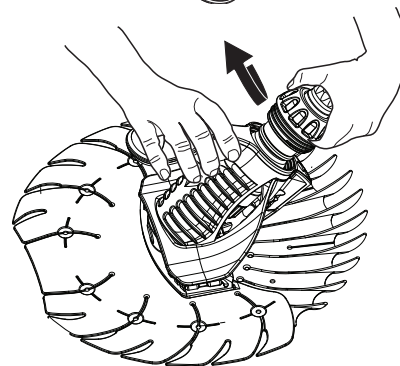

Figure 2
1. Dévissez l'écrou manuel (Voir la Figure 2).